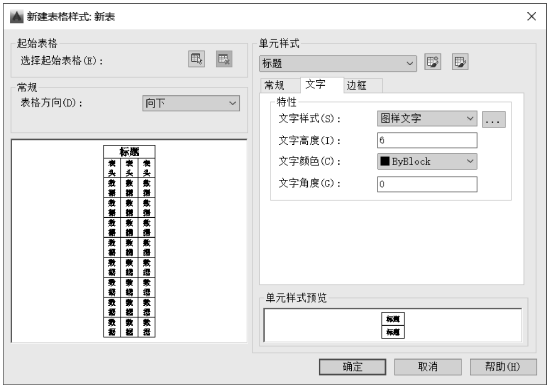

图 7-42 “标题”样式的“文字”选项卡设置
- 5) 设置“标题”单元样式：在“样式”下拉列表框中选择“标题”选项，在“文字”选项卡中，选择“图样文字”样式，如图 7-42 所示。